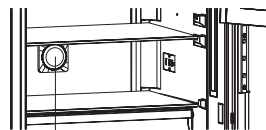

Fig 1
Ridicați partea frontală a raftului (1) și deplasați în sus sau în jos raftul cu ușă reglabil (2) cu ambele mâini (Fig 1)